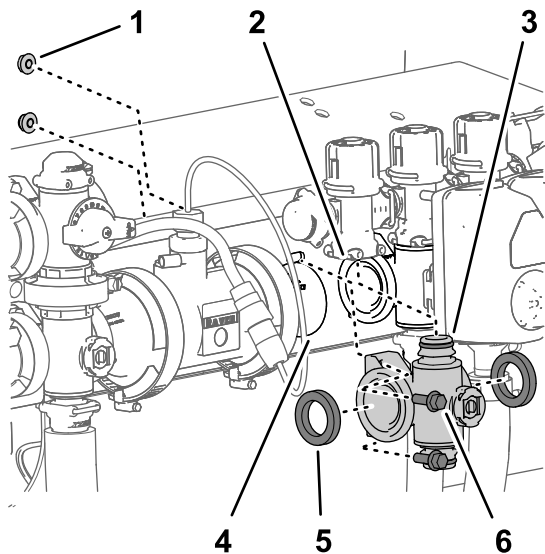

Bild 108
4. Entfernen Sie für die linken oder rechten Abschnittverteiler die zwei Bundkopfschrauben ($\frac{1}{4}$ " x $\frac{3}{4}$ ") und die zwei Sicherungsbundmutter ($\frac{1}{4}$ "), mit denen der Abschnittverteiler an der Ventilstütze befestigt ist (Bild 108).
5. Schieben Sie den Abschnittverteiler und die Dichtungen nach unten, um einen Abstand zum Abschnittsicherheitsventil zu erhalten; entfernen Sie sie dann von der Maschine (Bild 108).